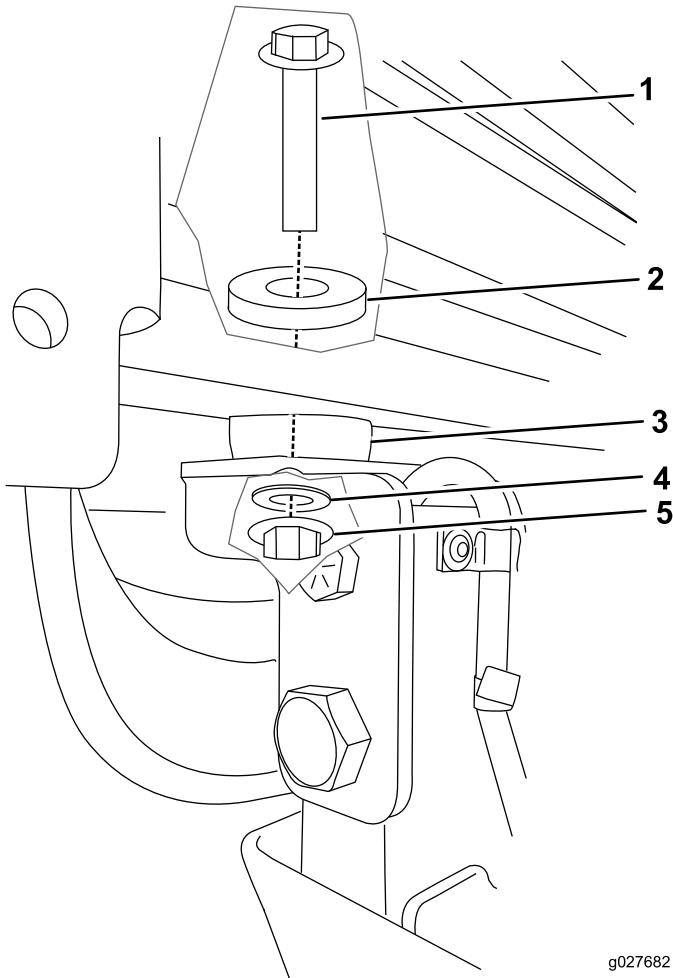

Figure 66
7. Au niveau de chaque point de montage, fixez la cabine sur la machine au moyen d'un boulon (1/2 x 3 po), d'une rondelle en acier, d'une rondelle en caoutchouc et d'un écrou (1/2 po) (Figure 66).